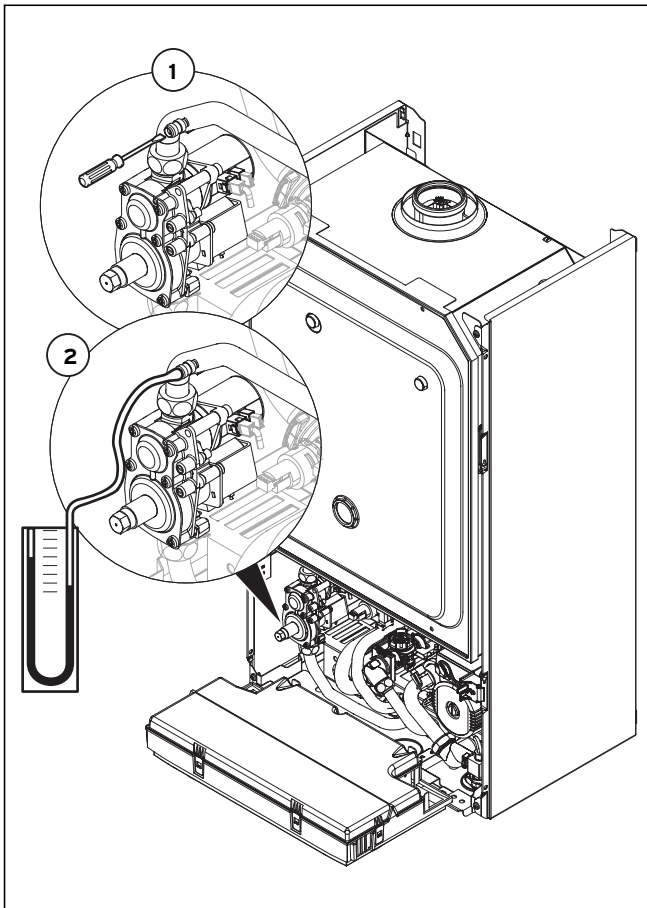

Fig. 6.4 Controllo del carico nominale
- Svitare la vite di tenuta della valvola del gas (1 nella fig. 6.4).
- Collegare un manometro digitale o a tubo a U (2, fig. 6.4).